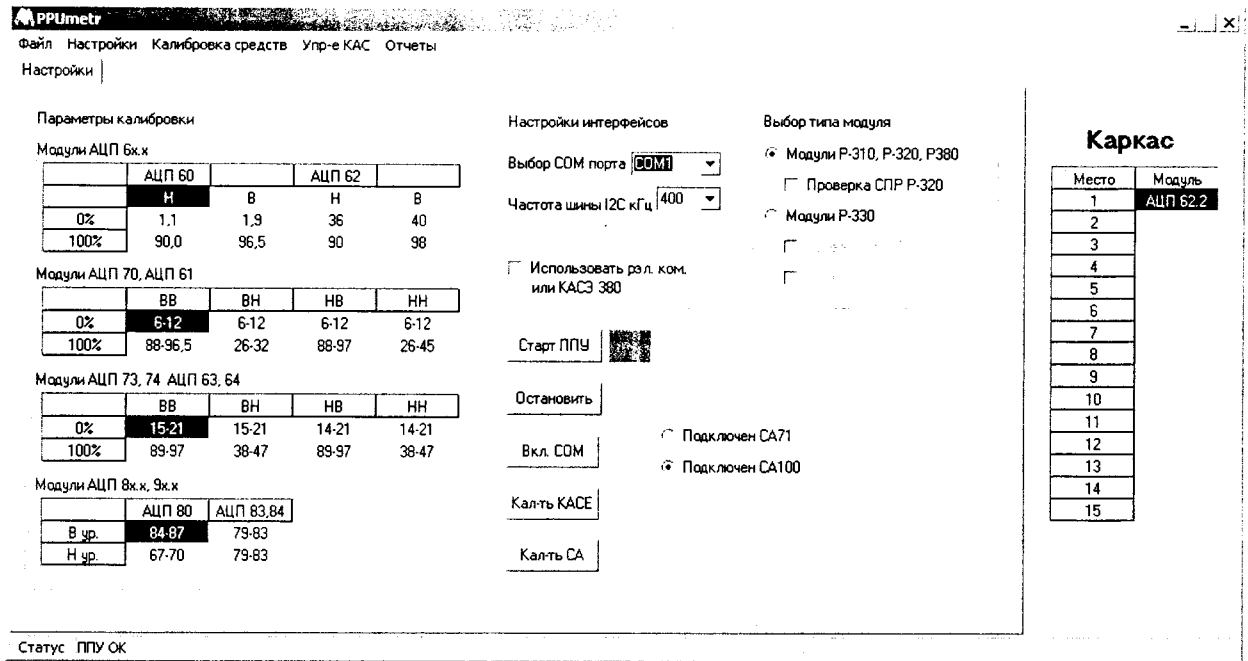

Рисунок 1 - Рабочее окно «PPUmetr»
6.4.1.8 На экране появиться рабочее окно «PPUmetr» (рисунок 1).
6.4.1.9 В диалоговом окне (рисунок 1) выбрать: